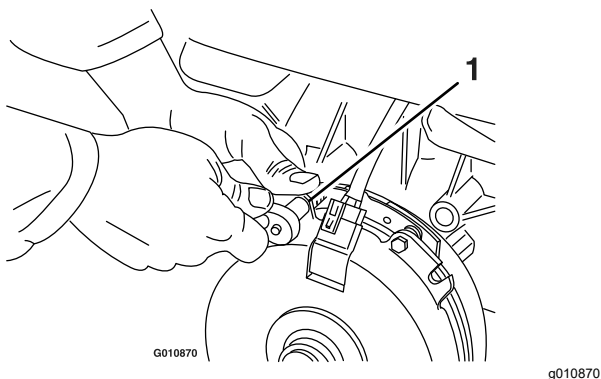

Figura 82
- A. Afloje ambos pernos de montaje del freno entre media y una vuelta, según se muestra en Figura 82.